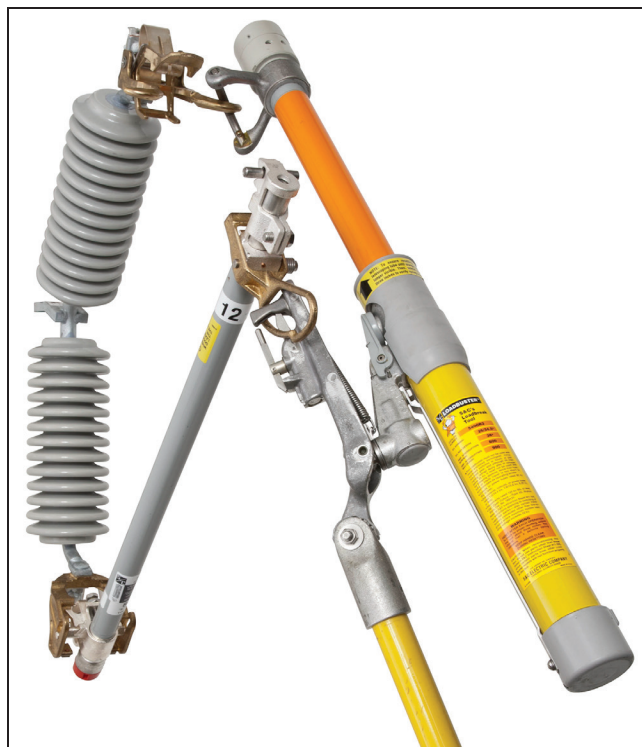

Figura 5. Ferramenta Loadbuster na posição Aberta (Trip).
PASSO 3. Para abrir o circuito: Opere a ferramenta Loadbuster com um puxão firme e vigoroso até que ela esteja esticada em sua extensão máxima. Ver Figura 5 na página 13. Evite sacudidas e hesitações. A trava do rearme deve manter a ferramenta aberta.